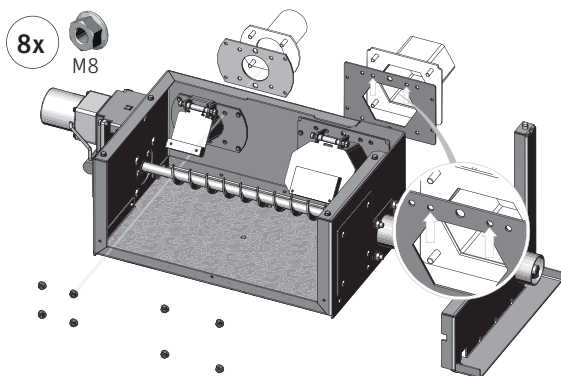

Fig. 120
- ▶ Avvolgere le guarnizioni correttamente sulle piastrine flangiate. Avvitare saldamente il contenitore di raccolta ai supporti con 8 dadi flangiati M8 – Fig. 120.